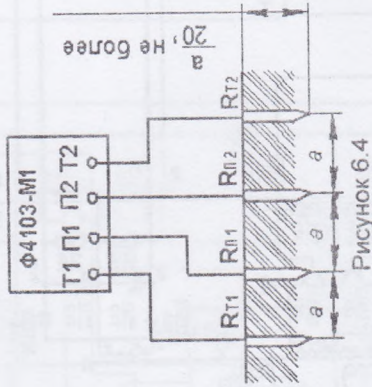

Рисунок 6.4
6.2.1 Измерение удельного сопротивления грунта проводить по симметричной схеме Веннера (см. рисунок 6.4).